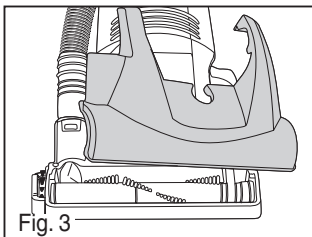

Fig. 3
- 3) Levante y retire la cubierta del cepillo de rodillo (Fig. 3).
- 7) Vuelva a colocar la cubierta del cepillo de rodillo (Fig. 3).
- 3) **El conector de la manguera** – Gire la manguera del conector. Sujétela en posición y sujete la manguera a ambos extremos (Fig. 3).